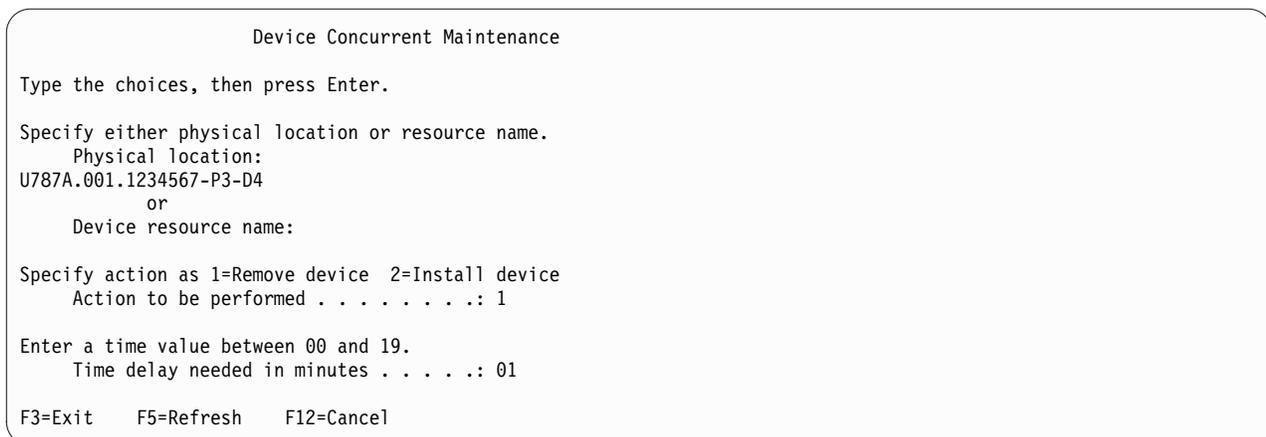

図 72. 「デバイス並行保守 (Device Concurrent Maintenance)」画面の例
10. 「ハードウェア保守管理機能」画面から「デバイス並行保守の選択 (Select Device Concurrent Maintenance)」オプションにナビゲートします。Enter キーを押します。図 72に、「デバイス並行保守 (Device Concurrent Maintenance)」画面が表示されます。